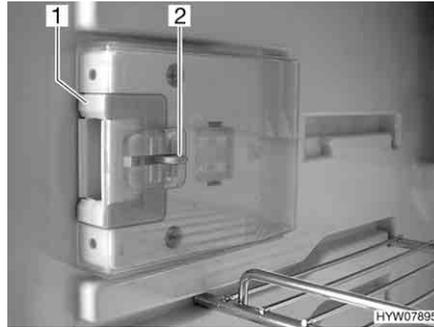
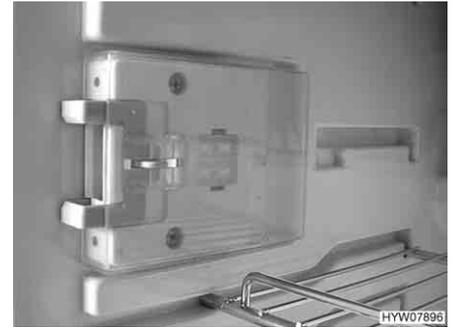

Fig. 157 Dispositivo di chiusura in posizione normale
Fig. 158 Dispositivo di chiusura in posizione di ricircolo d'aria
- Premere il dispositivo di sblocco (Fig. 157,2).
- Spingere il dispositivo di chiusura (Fig. 157,1) in avanti (Fig. 158).